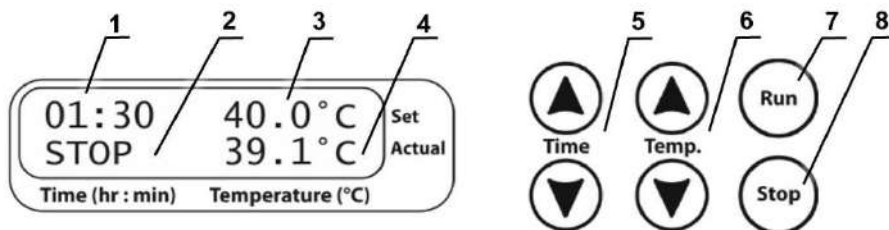
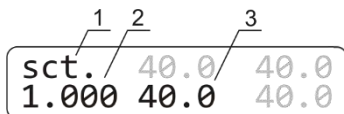
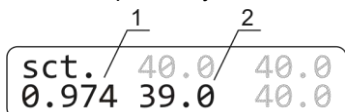

Рисунок 1. Панель управления
Рисунок 2. Дисплей в режиме калибровки: 1. Индикатор режима калибровки; 2. Коэффициент калибровки; 3. Температура с текущим коэффициентом.
Рисунок 3. Изменение коэффициента:
- 5.3. **Установка температуры.** Кнопками ▲ и ▼ **Temp.** (рис. 1/6) установите необходимую температуру (рис. 1/3). Если кнопка установки удерживается нажатой более 2 секунд, скорость смены значений увеличивается.
- 5.4. Начинается нагрев термоблока. Текущие показания температуры отображаются в нижней строке дисплея (рис. 1/4).
- Кнопками ▲ и ▲ **Time** (рис. 1/5) установите необходимое время термостатирования образцов в часах и минутах (hh:mm). Если кнопка установки удерживается нажатой более 2 с, скорость смены значений увеличивается. Установленное значение времени отображается в верхней строке дисплея (рис. 1/1).
- 5.7. Нажмите кнопку **Run** (рис. 1/7), при этом включается таймер. Отсчет установленного интервала времени отображается в нижней строке дисплея (рис. 1/2). По истечении установленного интервала времени таймер подает звуковой сигнал, при этом на дисплее отображается мигающая индикация STOP. Нажмите кнопку **Stop** (рис. 1/8) для прекращения сигнала.
-  **Внимание!** При остановке таймера не прекращается процесс нагрева/поддержания установленной температуры. Для прекращения нагрева необходимо кнопкой ▼ **Temp.** (рис. 1/6) установить значение температуры ниже 25°C (индикация OFF на дисплее, рис. 1/3).
- 6.2. Зажмите кнопку **Stop** (рис. 1/8) на 8 с для перехода в режим калибровки (рис. 2).
- 6.3. **Восстановление заводских установок.** Чтобы восстановить заводские установки, с помощью кнопок **▲** и **▼ Temp.** (рис. 1/6) установите коэффициент на 1.000 (рис. 2/2). Нажмите кнопку **Run** (рис. 1/7) один раз, чтобы сохранить изменения.
- 6.3.4. Предположим, что показания независимого сенсора составляют 39°C, а текущая температура на дисплее — 40°C (рис. 1/4). Здесь необходимо добавить коррекцию 1°C.
- 6.3.5. Зажмите кнопку **Stop** (рис. 1/8) на 8 с для перехода в режим калибровки (рис. 2).
- 6.3.6. С помощью кнопок **▲** и **▼** (рис. 1/6) измените коэффициент калибровки (рис. 3/1) так, чтобы новое значение температуры (рис. 3/2) соответствовало температуре независимого сенсора. В нашем примере коэффициент калибровки будет равен 0,974.